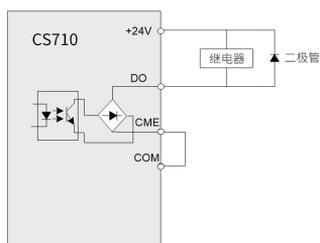

图 3-67 数字输出端子接线示意图
- ◆ 一定要正确安装吸收二极管的极性。如图 3-67。否则当数字输出端子有输出时，马上会将直流 24V 电源烧坏。